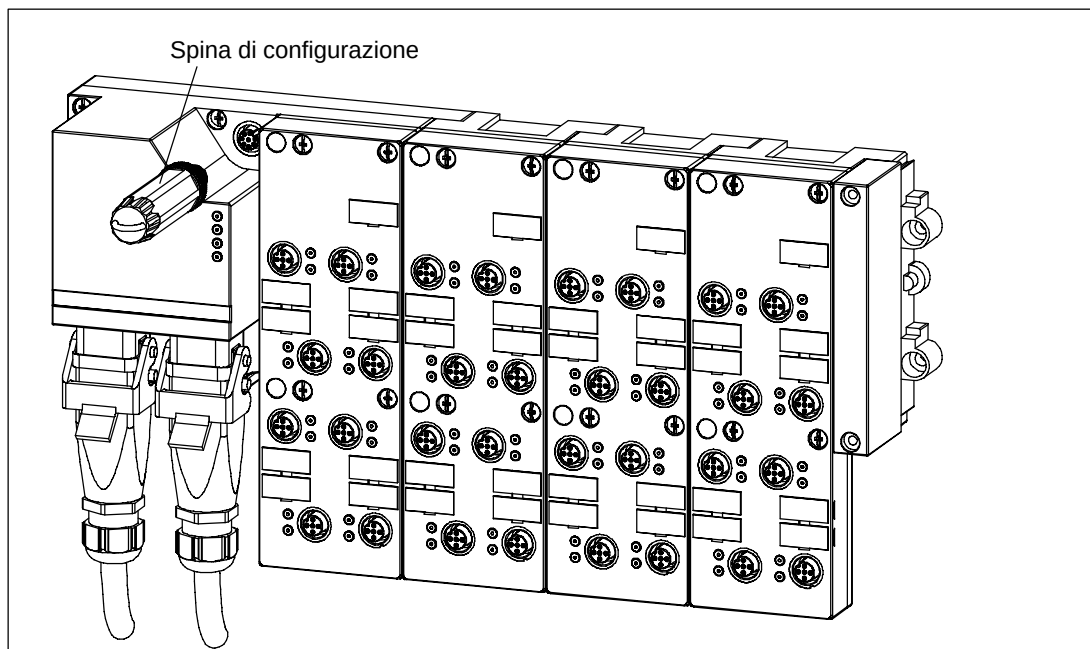

Figura 3-12 Posizione della spina di configurazione su ET 200X-DESINA / ET 200X-ECOFAST
1. Allentare le viti della spina di configurazione sul modulo base ed estrarre la spina (vedere la figura 3-12).